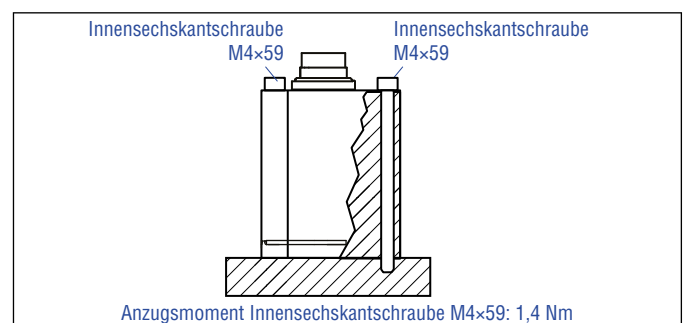

Abb. 21: Befestigung mittels Innensechskant-Schrauben M4x59
3. Montieren Sie das Sensorelektronikgehäuse über die drei Innensechskantschrauben M4x59 aus unmagnetischem Material. Anzugsmoment: 1,4 Nm (Abb. 21). Sichern Sie die Schrauben vor dem Einbau, z.B. mit Loctite 243. Entfernen Sie zuvor die drei Rändelmuttern.
2. Montieren Sie das Sensorelektronikgehäuse über drei Innensechskantschrauben M4×59 aus unmagnetischem Material an dem Sensorrohr bzw. am HFP-Profil: Anzugsmoment: 1,4 Nm (Abb. 21). Sichern Sie die Schrauben vor dem Einbau, z.B. mit Loctite 243. Entfernen Sie zuvor die drei Rändelmutter.
- Montieren Sie den Sensor über den Flansch mit den drei Innensechskantschrauben M4x59 aus unmagnetischem Material. Anzugsmoment: 1,4 Nm (Abb. 21). Entfernen Sie vor dem Anschrauben die drei Rändelmuttern.